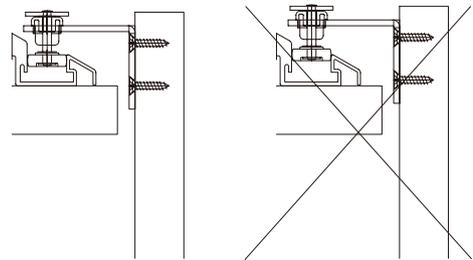

図 2-5-2
(3)ガイドローラー(③および④)のローラ幅の全体が、レール(⑬または⑭)の平面部の中に完全に納まるよう取り付けてください。(図 2-5-2の左の図)